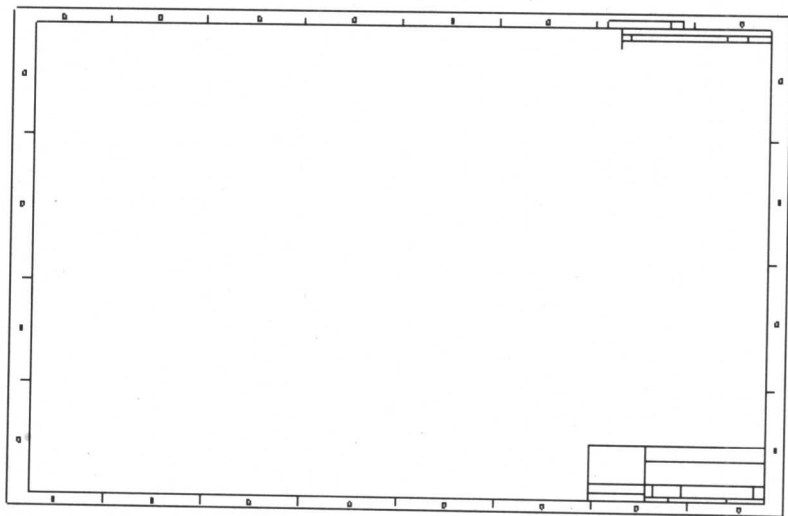

图 1.13 空白图框
(2) 在【新制图】对话框中, 选择【格式为空】单选按钮, 在【格式】组合框中单击【浏览...】按钮并在【打开】对话框中【系统格式】文件夹下选择 d.frm 文件, 单击【确定】按钮。然后单击【新制图】对话框中【确定】按钮, 出现如图 1.13 所示的空白图框。